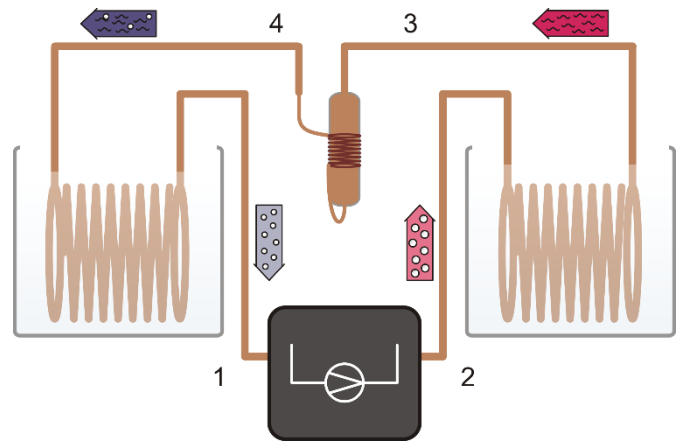
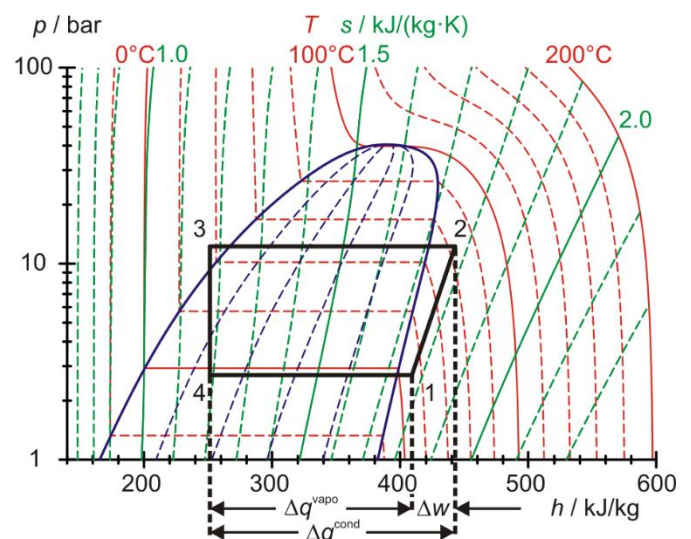

Fig. 2: Schematische Darstellung der Wärmepumpe mit Kompressor (1, 2), Verflüssiger (2, 3), Entspannungsventil (3, 4) und Verdampfer (4, 1).
Fig. 3: Darstellung des idealisierten Kreisprozesses der Wärmepumpe im Mollier-Diagramm.
Zur Kompression wird das gasförmige Arbeitsmittel vom Kompressor angesaugt, ohne Entropieänderung ($s_1 = s_2$) von p_1 auf p_2 komprimiert und dabei überhitzt, siehe Fig. 2 und Fig. 3. Die Temperatur steigt daher von T_1 auf T_2 . Pro Masseneinheit wird die mechanische Verdichtungsarbeit $\Delta w = h_2 - h_1$ verrichtet.
- Jeweils einen Temperatursensor vor dem Kompressor (Messstelle 1 in Fig. 2), hinter dem Kompressor (Messstelle 2), vor dem Entspannungsventil (Messstelle 3) und hinter dem Entspannungsventil (Messstelle 4) an das Kupferrohr klemmen und an die Analogeingänge A1, A2, A3 und A4 des VinciLab anschließen.